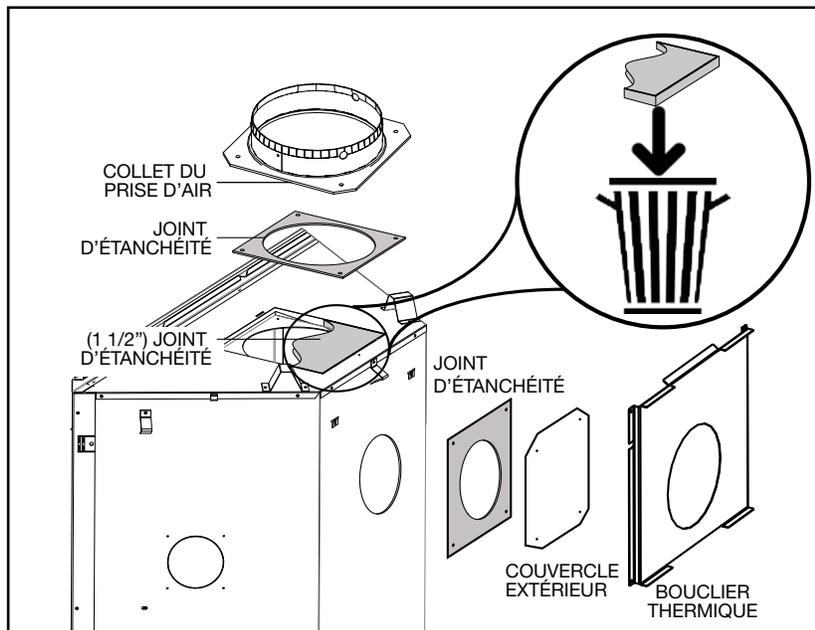
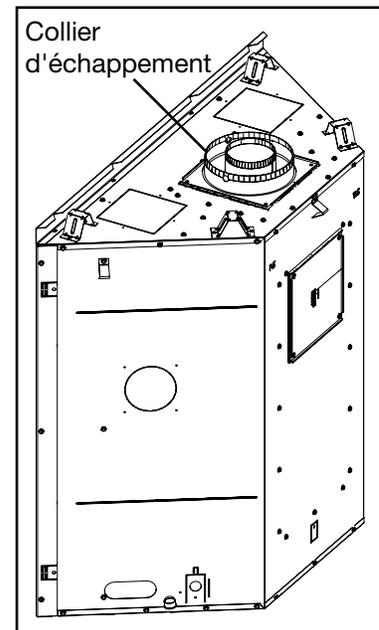

Fig. 2
Fig. 3
- Retirez et **jetez** le joint d'étanchéité de 1 1/2 pouce (38,1mm) d'épaisseur (**Fig. 2**).
- Placez le collet du prise d'air de 8" (203mm) et le joint d'étanchéité en haut de l'appareil et fixer en place utilisant quatres vis (**Fig. 2 et Fig. 3**).